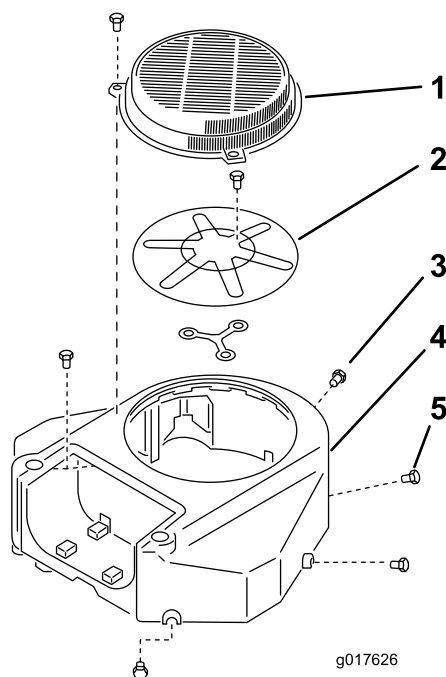

Figure 61
3. Enlevez la grille d'entrée d'air et le carter du ventilateur (Figure 61).
5. Reposez la grille d'entrée d'air et le carter du ventilateur (Figure 61).